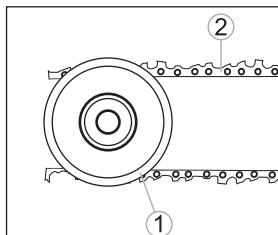

Рис. 5
- Установите шестерни натяжения цепи 1 (рис. 5) на пильную шину, установите пильную цепь 2 (рис. 5) в паз направляющей шины, убедившись, что звенья цепи пилы направлены в правильном направлении и совпадают с маркировкой нашине.